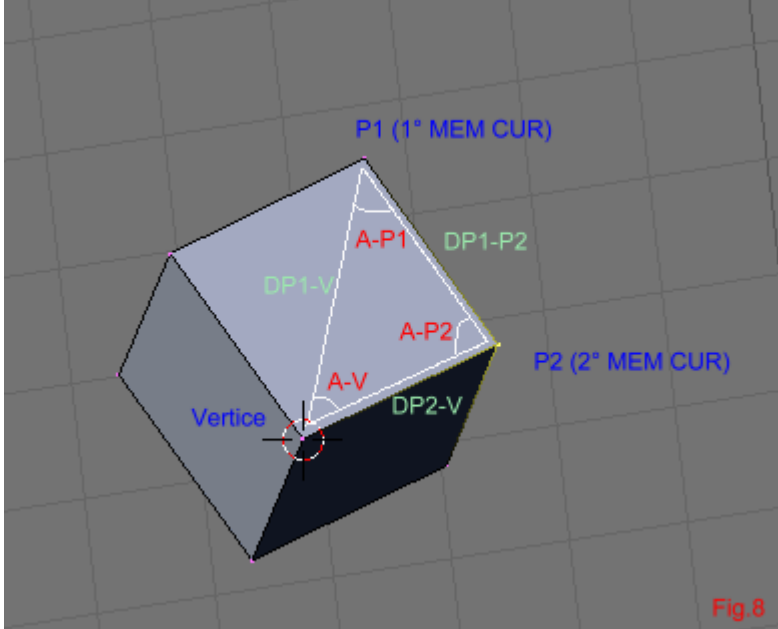

Fig.8
Lo schema di inserimento di questa funzione è meglio visualizzato nella **Fig.8**.
- Selezionare 2 vertici di un oggetto (questi saranno considerati come P1 e P2 in **Fig.8**).